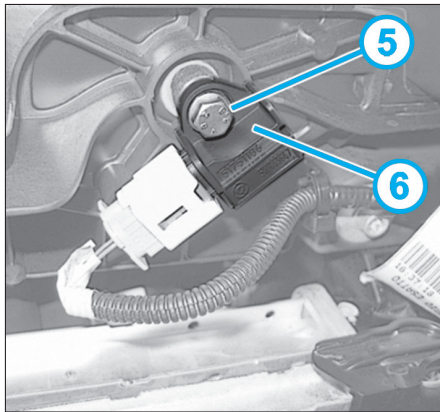
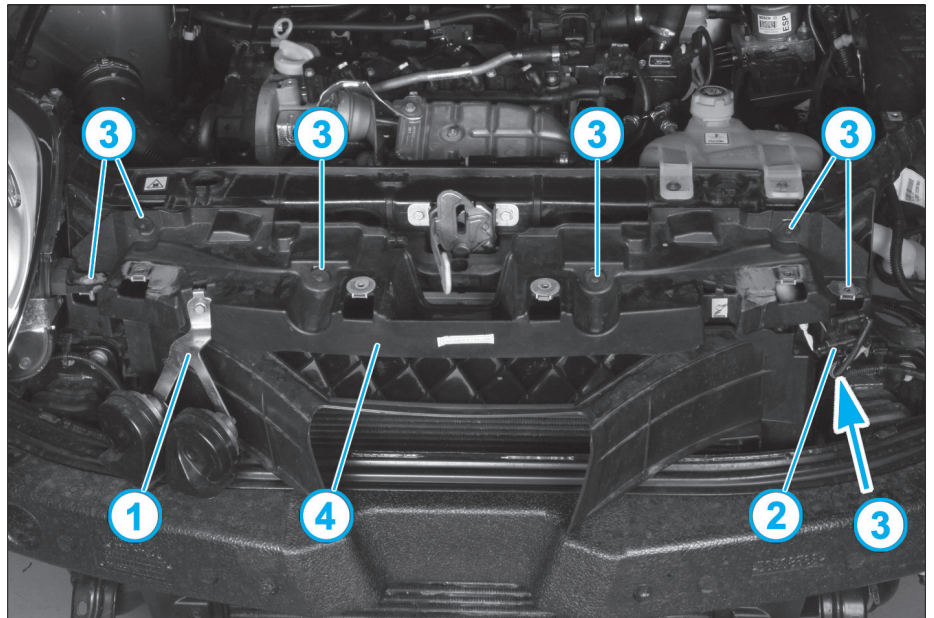

Fig. 14
Fig. 13
- Déposer les avertisseurs sonores (1) (Fig.13).
- Débrancher le connecteur (2).
- Déposer les vis (3).
- Déposer la traverse (4).
- Déposer la vis (5) (Fig.14).